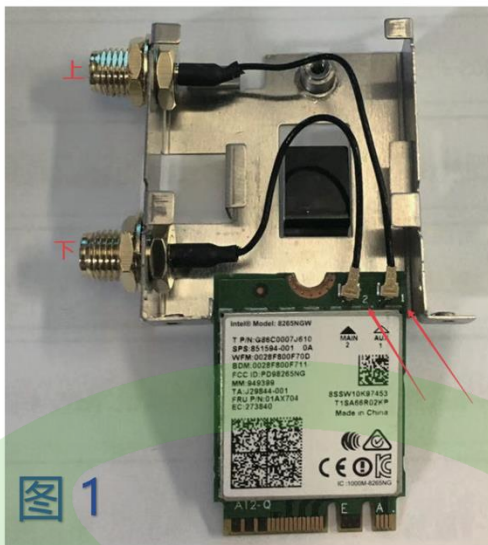

图 1
1. 将 WIFI 网卡和 WIFI 铁壳的天线连接线接上，WIFI 网卡天线接头 1 接 WIFI 铁壳的上天线的链接线，WIFI 网卡天线接头 2 接 WIFI 铁壳的下天线的链接线，如下图 1 所示：